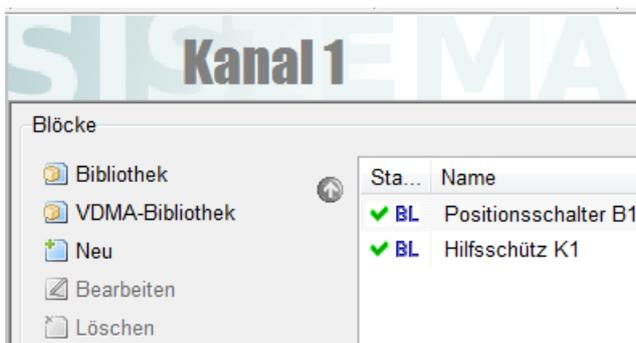

Abbildung 7: Schaltfläche „Bibliothek“ in der Listenansicht
- die Schaltfläche „Bibliothek“ in den verschiedenen Listenansichten der SISTEMA-Objekte Subsysteme, Kanäle, Blöcke oder Elemente (Beispiel siehe Abbildung 7 für Blöcke im Kanal 1)